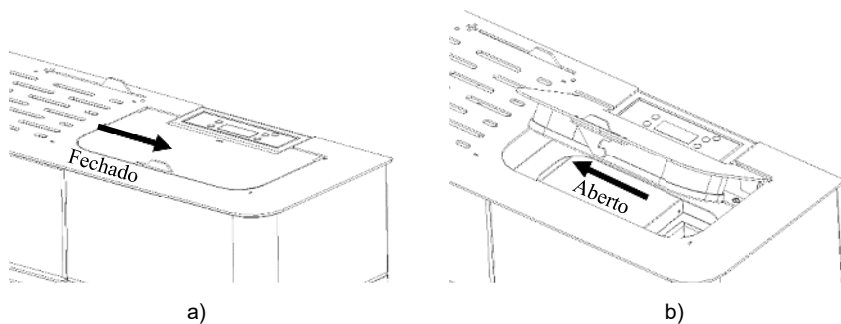

Figura 112 - abertura de la tapa
a) Abra la tapa del depósito de *pellets*, en la zona superior del equipo, tal y como se muestra en la Figura 112.